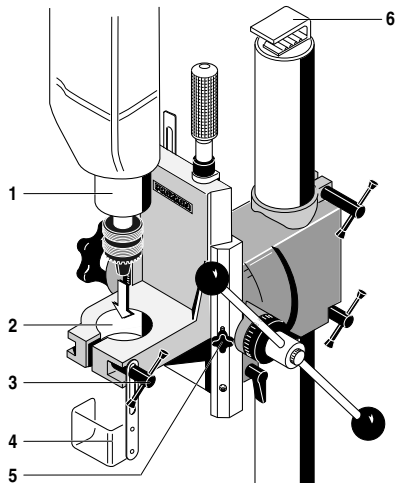
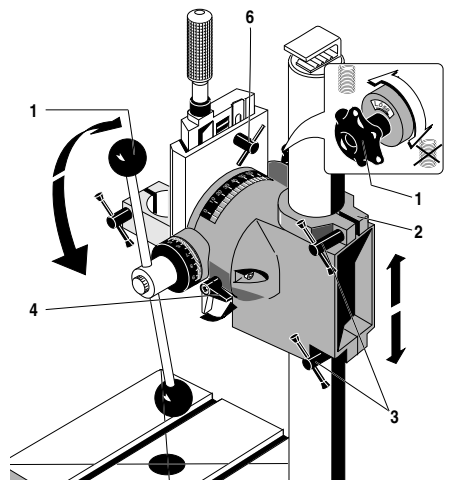

Fig. 2
Fig. 3
1. Bohrmaschine oder Fräsmotor mit Spindelhalbs 1 (Fig. 2) in die Bohrmaschinenaufnahme 2 bis zum Anschlag einstecken.
2. Die Schutzeinrichtung 4 (Fig. 2) so einstellen, daß der Bohrer oder Fräser abgedeckt wird.
3. Knebelschraube 3 (Fig. 2) anziehen.
1. Umschalter Bohren - Fräsen **4** (Fig. 3) in Stellung "Bohren" bringen.
2. Schlitten **6** (Fig. 3) durch Bewegen des Bohrhebels **5** in die höchste Position stellen. Dabei darauf achten, daß die Feststellschraube für die Schwalbenschwanzführung **5** (Fig. 2) gelöst ist.
3. Ausleger **2** (Fig. 3) mit der Hand unterstützen, damit er nicht nach unten rutscht, und dabei die beiden Feststellknebel der Höhenverstellung **3** lösen.
5. Feststellknebel der Höhenverstellung **3** (Fig. 3) wieder anziehen.
Feststellschraube **1** (Fig. 3) hat Linksgewinde.
1. Feststellschraube für Rückholfeder **1** (Fig. 3) lösen, dazu Schraube rechtsherum drehen.
2. Schlitten durch Bewegen des Bohrhebels **5** (Fig. 3) in die gewünschte Position bringen.
3. Feststellschraube **1** (Fig. 3) wieder anziehen, dazu Schraube linksherum drehen.
2. Feststellschraube **1** (Fig. 3) für Rückholfeder anziehen, dadurch wird unerwünschtes vertikales Spiel des Schlittens vermieden.
Für exakte Fräsarbeiten empfiehlt es sich, nach jeder Verstellung den Schlitten mit der Feststellschraube der Schwalbenschwanzführung **5** (Fig. 2) festzuklemmen.